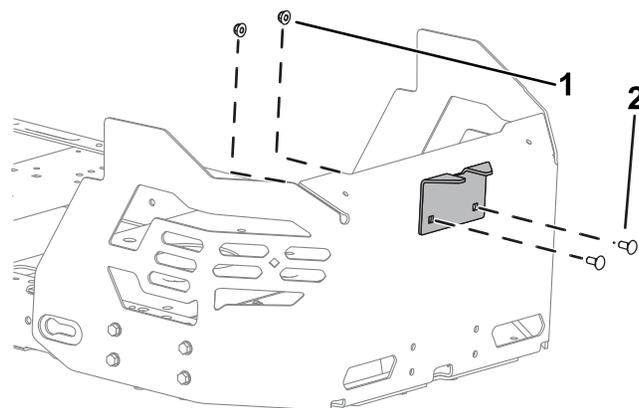

**Figura 13**
1. Retire os 2 parafusos existentes, as duas porcas e o suporte do engate da parte inferior do resguardo do motor (Figura 13).